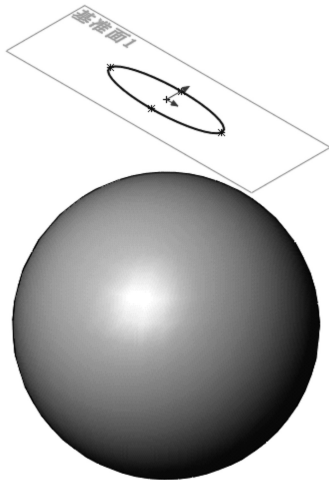

图 6-8 建立基准面 1 并绘制椭圆草图
- [2] 在零件上方建立基准面，并绘制椭圆草图，如图 6-8 所示。